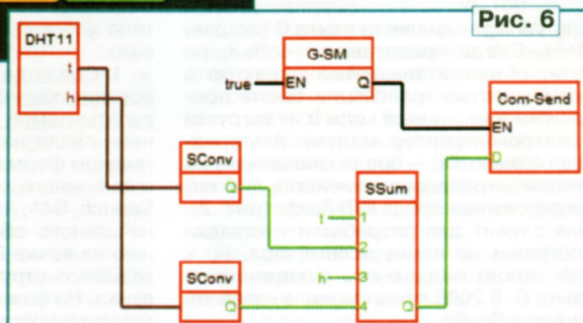

Рис. 6
3. Средства, основанные на языках FBD и LAD, применяемых в промышленной автоматике. Строго говоря, языки программирования, как таковые, в них не используются. Это, скорее всего, визуальные среды для рисования принципиальных и логических схем проектируемых устройств. Примеры схем вычислительных алгоритмов, построенных с помощью сред проектирования Horizon и FLProg, показаны соответственно на рис. 5 и рис. 6. Тем, кто привык работать с цифровой техникой, больше понравится работать в этих средах, чем разрабатывать программы на классических языках программирования. Подобные средства хорошо подходят как для изучения импульсной и релейной техники, так и для создания серьёзных проектов. В них сконцентрирован многолетний опыт разработчиков программ для промышленных контроллеров. Но начальный уровень знаний, требующийся для использования таких средств, значительно выше. Нужно владеть основами электротехники и принципами построения электрических схем. Эти средства хороши для инженеров-электриков и электронщиков, которые хотят использовать микроконтроллеры в своих разработках, не изучая для этого классические языки программирования.